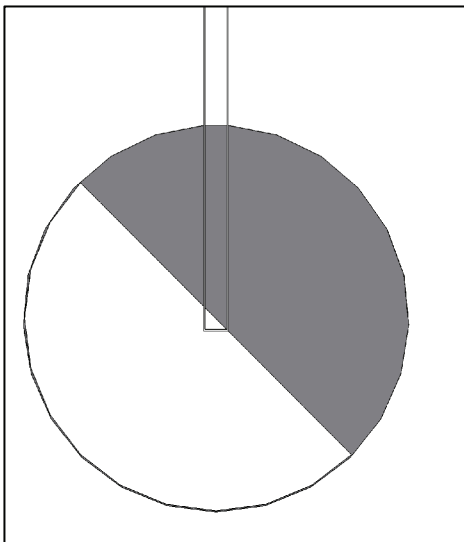

Abbildung 8
In der Schwadseite des Kreisels, dort wo das Futter abgelegt wird, wird mehr Gut transportiert als in den restlichen Bereichen (durch die Fahrtbewegung und die Kreiselrotation erfolgt eine verlangsamte Rechbewegung in der Ablageseite). Der erhöhte Guttransport wird durch die Neigung der Kreisel nach unten in den jeweiligen dunkel angedeuteten Sektoren gewährleistet (Abbildung 8). Die Absenkung erfolgt durch Verstellung der Radachsen. Diese können eingestellt werden, indem die Räder des Quadrofahrwertes mehr nach oben (Kreisel tiefer) oder nach unten (Kreisel höher) in den Langlöchern verschoben werden. (9)